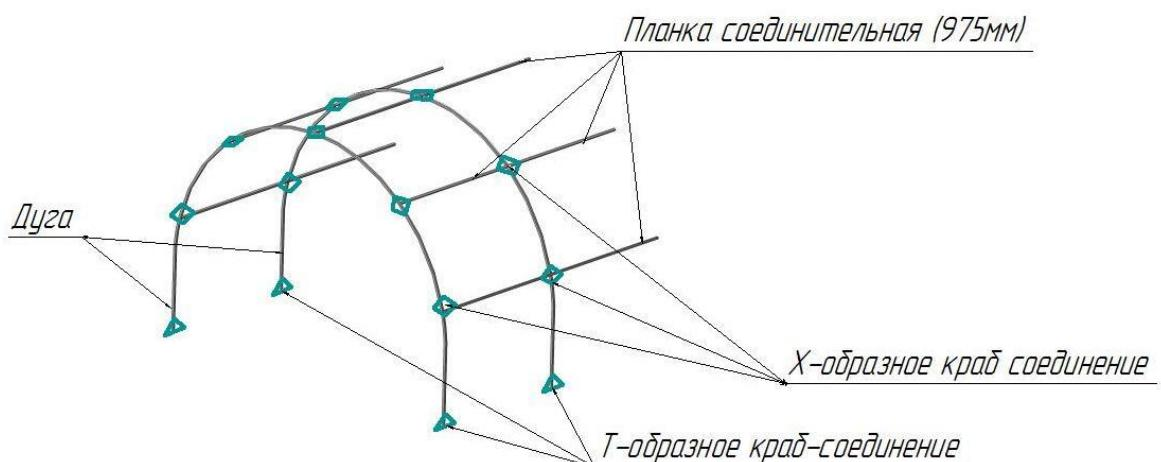

Рис.3 Схема сборки модулей каркаса теплицы «Апрель»
1. Уложите на землю торец теплицы таким образом, чтобы в вертикальном положении дверь открывалась наружу. К торцу с помощью Т-образных краб-соединений (Рис. 2Б) прикрепите соединительные планки размером 975мм. (Рис.3 Торцевой модуль 1).
3. Повторите все действия монтажа с другим торцом (Рис.3 Торцевой модуль 2).
4. Если длина теплицы более 4 метров, то соберите промежуточные модули (Рис.3 Промежуточный модуль) в той же последовательности, что и торцевые модули, в количестве, соответствующем длине теплицы.